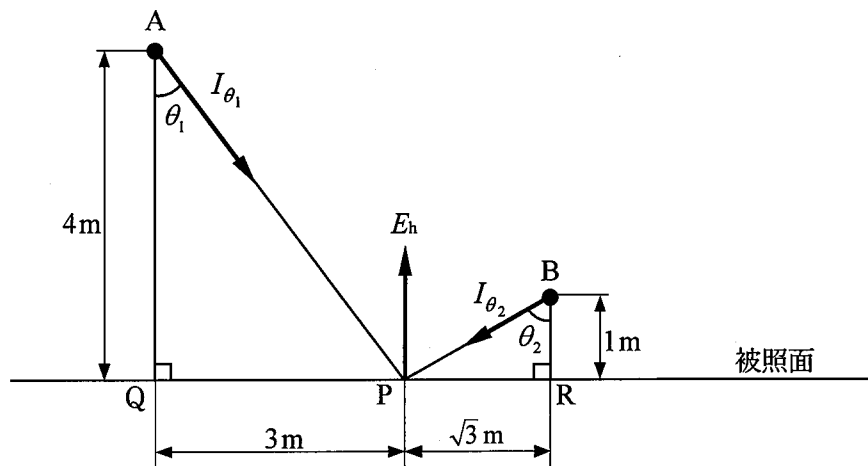

図 1
1) 図 1 に示すように、すべての方向に均一に放射を発する点光源 A、B があり、A は被照面から高さ 4 m の位置に置かれている。はじめに A のみを点灯させる。A の光度 I_{θ_1} が 2000 cd であるとき、被照面上で、点光源 A 直下の点 Q から 3 m 離れた位置 P ($\angle PAQ = \theta_1$) での水平面照度 E_h [lx] が得られている。次に、A に加えて、点 P から被照面上で $\sqrt{3}$ m 離れた位置 R の真上 1 m の位置にある点光源 B ($\angle PBR = \theta_2$) を点灯した。B の光度 I_{θ_2} が 100 cd であるとき、点 P で B の点灯前と同じ水平面照度 E_h を得るためには、点光源 A を調光して光度 I_{θ_1} を [cd] にすればよい。